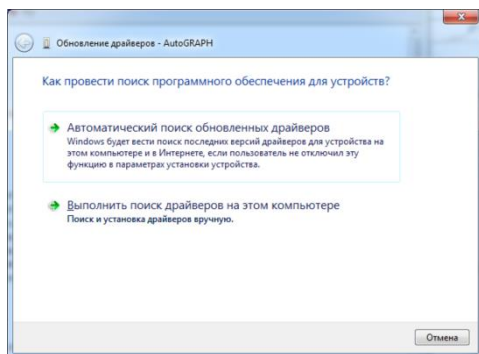

Рис.1.
5. В Мастере обновления драйверов Вашего устройства выберите пункт «Выполнить поиск драйверов на этом компьютере» (рис. 1).